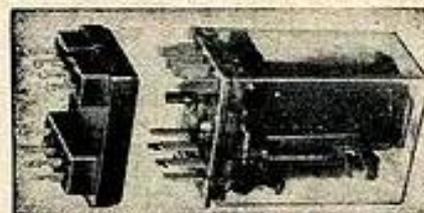

Fig. 4
**BERNIER et Cie** : présente tout particulièrement ses relais enfichables, 100 % français et dont la robustesse de mécanique permet de garantir cent millions de manœuvres avant d'envisager la moindre détérioration. N'est-ce pas là une référence de premier ordre ? (fig. 4).